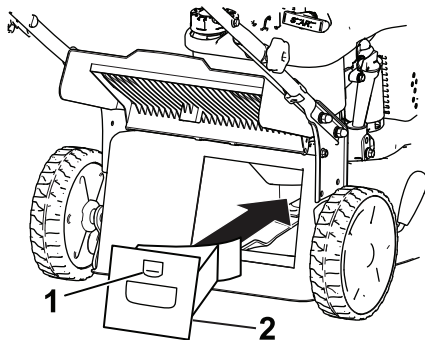

Figura 16
1. Levante y sujete la tapa trasera (Figura 16).
2. Instale el tapón de mulching en la carcasa y bloquee el tapón en el hueco de la carcasa (Figura 16).